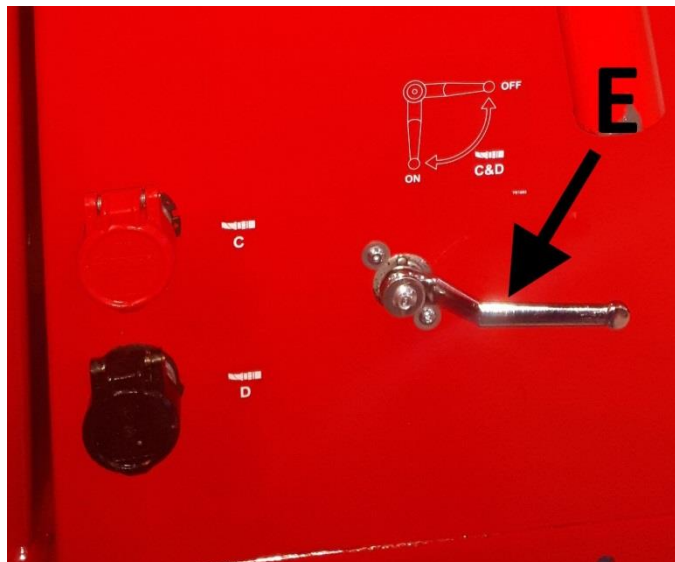

Bild 10
Koppla matarrullarnas slangar i snabbkopplingarna C (röd) och D (svart) (Bild 10). Vrid upp kran E så att den pekar nedåt (ON). Då flödar oljan till snabbkopplingarna C och D på bild 10. Kontrollera att rullarna roterar i samma riktning som transportören. Byt vid behov slangarnas ordning i snabbkopplingar C och D.
**Obs! Kran E ska alltid stängas (vrids så att den pekar åt höger (OFF)) när snabbkopplingarna C och D inte används (Bild 10)!**